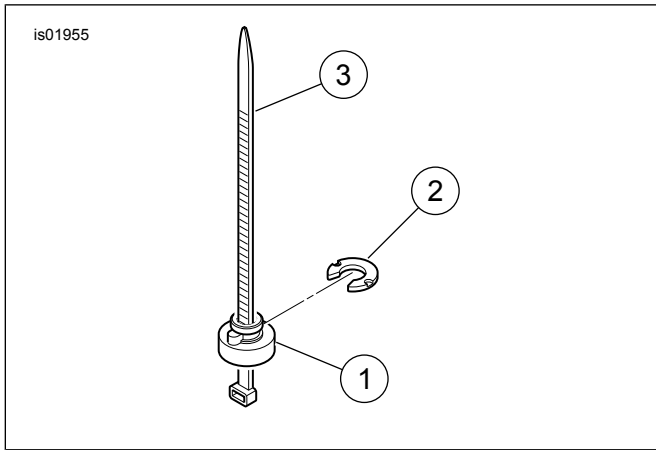

Figure 2. Outil d'installation
2. Voir Figure 2. Installer l'écrou et la rondelle de retenue du kit (comme indiqué) dans l'emplacement de trou de garde-boue avant. En utilisant le serre-câbles comme outil d'installation :